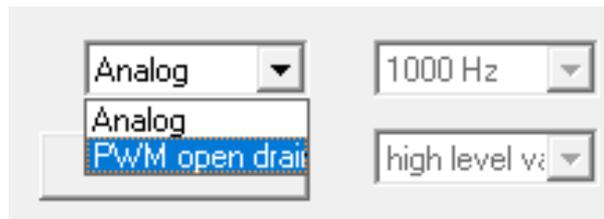

图 6.2.1 PWM 选项
- 2、确认好输出参数设置后点击下方的 Analog 下拉菜单,选择 PWM 模式输出 (图 6.2.1),此时 PWM 选项对应的频率及极性选择下拉菜单会被激活,可以选择需要的 PWM 输出频率及极性,当前设置为 PWM 输出频率为 1000Hz,输出极性为 High level valid。